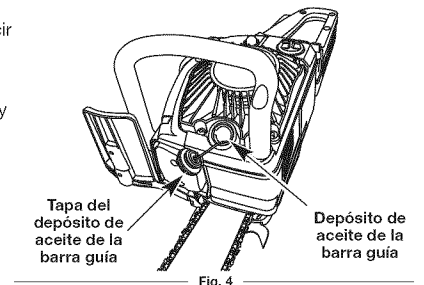

Fig. 4
1. Quite la tapa del depósito de aceite de la barra guía (Fig. 4).